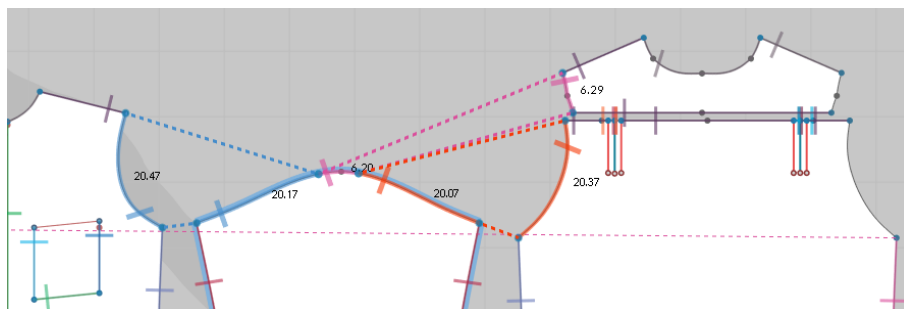

图 4-2-42 衣袖 1: N 缝合
⑦ 选择 2D 视窗工具栏中“ (自由缝纫)”工具，左键单击左袖片袖山线左端点，沿袖山线移动至右端点单击，选中袖山线。
⑧ 按住“Shift”键，从左前片袖窿底点单击，沿袖窿线移动至肩点单击；然后从过肩左肩点单击，沿袖窿移动至与分割线交点单击；再从后片袖窿与分割线交点单击，沿袖窿移动至袖窿底点单击；松开“Shift”键，完成左袖片与衣身的缝合，如图 4-2-42 所示；同样操作完成右袖片与衣身的缝合。